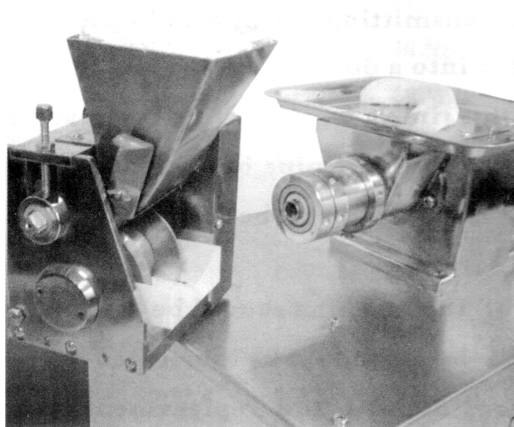

Рисунок 2.
1) Отстегните защёлку и поверните формующую насадку на 90 градусов (см рис. 2).